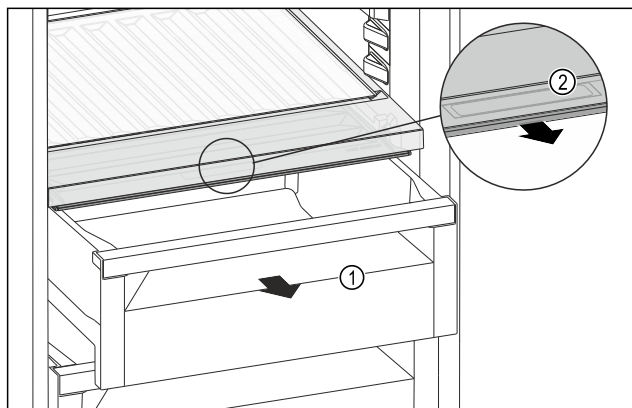

Fig. 116
- Tërhiqni jashtë sirtarin Fig. 116 (1).
- Kapni dorezën e futur Fig. 116 (2) në kapakun e ndarjes dhe në të njëjtën kohë tërhiqni përpara kapakun e ndarjes.